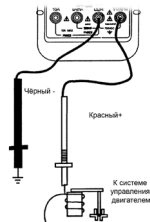

Рис. 5
- Подключите красный щуп к проводу цепи (клапана регулирования состава смеси), черный щуп – к заземлению (см. рис. 5)*.